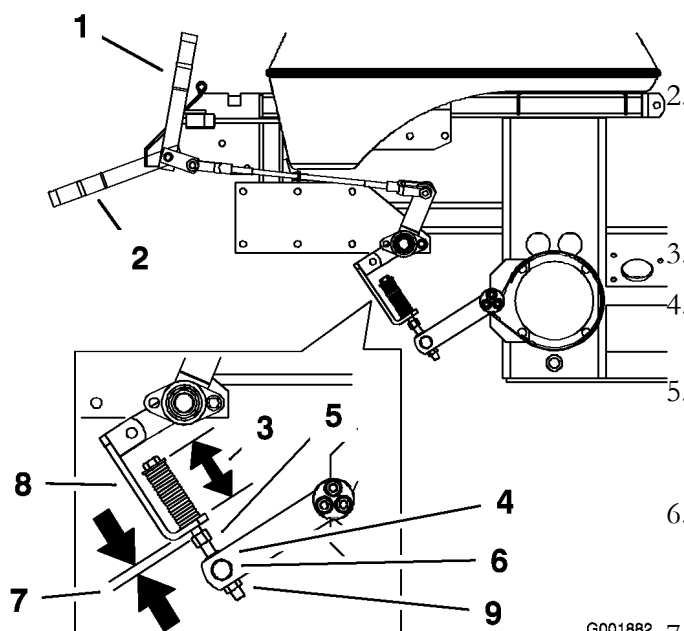

Figura 58
2. Misurate la lunghezza della molla. La distanza tra le rondelle deve essere di 70 mm (Figura 58).
3. All'occorrenza, per regolare allentate il controdado sotto la molla e serratelo direttamente sotto la forcella (Figura 58). Girate il dado fino ad ottenere la misura esatta. Serrate i due dadi insieme, e ripetete dal lato opposto.
6. Misurate la distanza tra la staffa della molla e il dado di regolazione, sotto la staffa. La distanza deve essere di 5-8 mm (Figura 58).
7. All'occorrenza, regolate allentando il controdado immediatamente sopra il rullo del perno di articolazione. Girate il dado di bloccaggio sotto il rullo del perno di articolazione fino ad ottenere la distanza esatta (Figura 58).
8. Serrate il controdado immediatamente sopra il rullo del perno di articolazione (Figura 58).